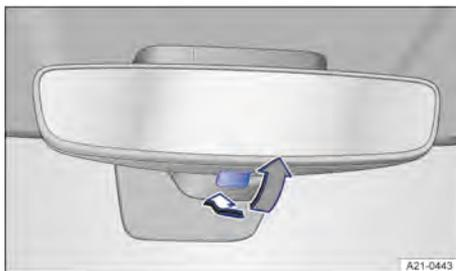

Fig. 85 No revestimento do teto: espelho retrovisor interno com antiofuscante manual.
- Para evitar o ofuscamento, puxar a alavanca para trás → Fig. 85.